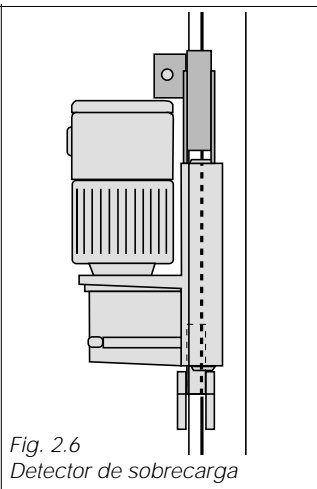

Fig. 2.6
2.4 Detector de sobrecarga (Fig. 2.6)